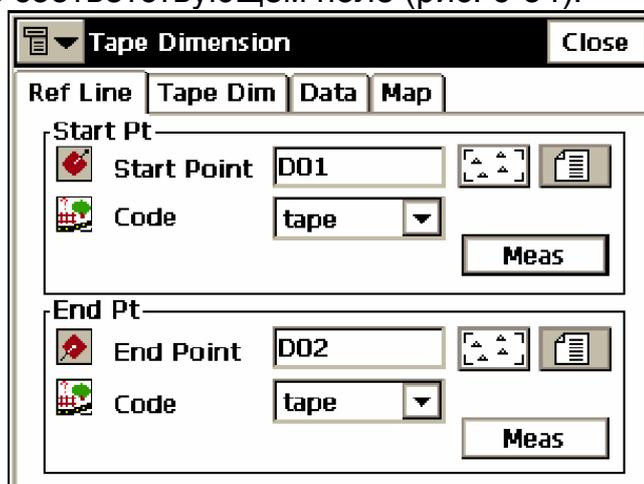

Рисунок 6-34 Рисунок 6-34. Обмеры рулеткой - опорная линия
- Выбрав вкладку *Ref Line* (базисная сторона), введите данные о двух точках, которые составляют опорную сторону: имена и коды. Для проведения измерений на опорной точке нажмите кнопку **Meas** (Измерить) в соответствующем поле (рис. 6-34).